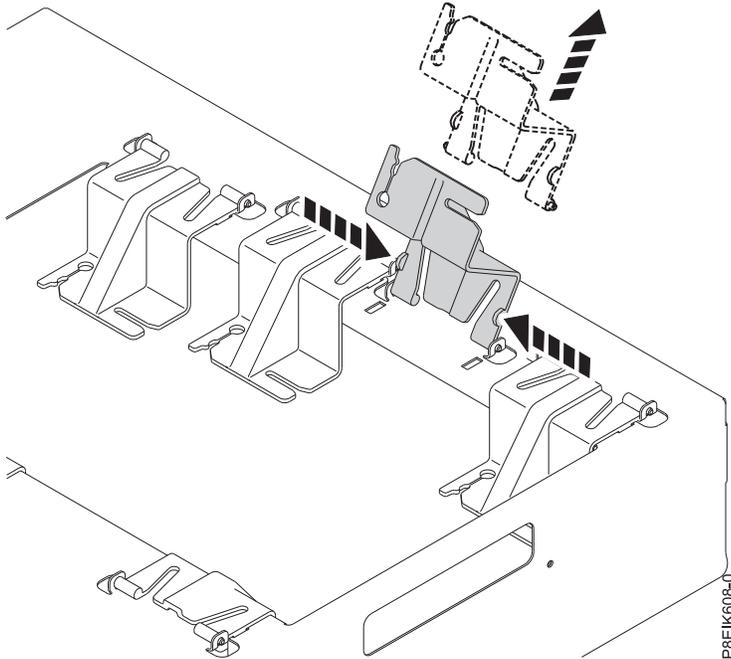

Figure 17. Retrait d'une pince du support
- a. Basculez la pince vers le haut. Retirez la pince du support en la pinçant de part et d'autre au niveau de son axe (voir figure 17, à la page 16).